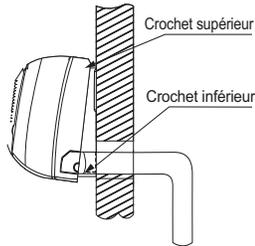

Fig. 13 – Installation du module intérieur
7. Appuyez la partie inférieure du boîtier intérieur sur le mur en la poussant vers le haut, puis déplacez le module intérieur d'un côté à l'autre et de haut en bas pour vérifier s'il est bien accroché (voir fig. 13).